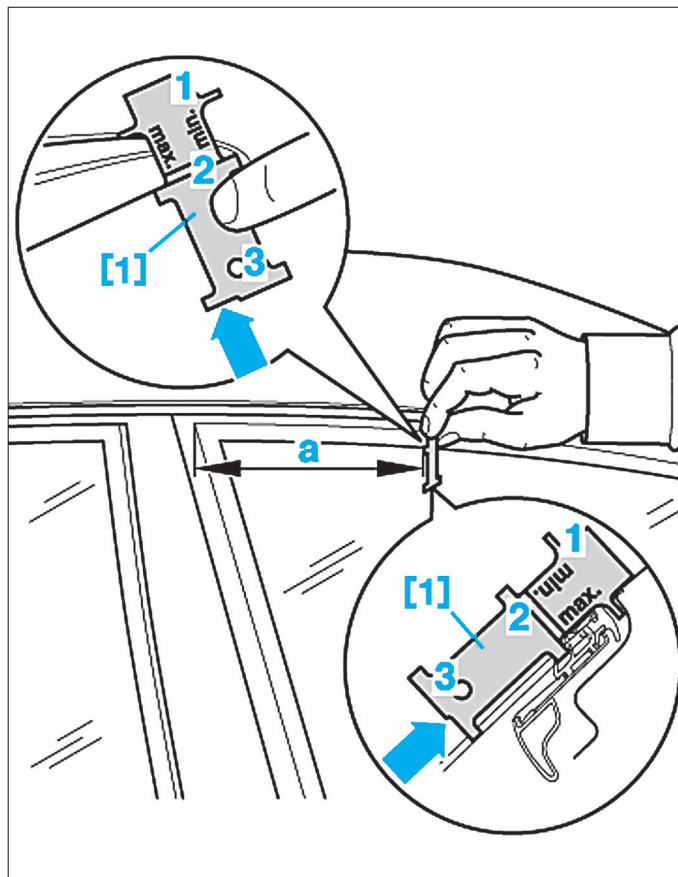

FIG. 60
- si le point (2) ne présente pas d'interstice ou si le point (1) présente un interstice, le cadre de glace est situé trop à l'extérieur (précontrainte trop faible) et doit être réglé.
- placer le gabarit [1] en respectant un écart (a) de 180 mm et avec le repère «min» orienté vers la glace de porte (Fig.60).
- veiller à ce que les points (2) et (3) soient en appui. Un interstice au niveau du point (1) est toléré.
- si le point (1) ne présente pas d'interstice ou si le gabarit ne peut pas venir en appui sur le point (2), le cadre de glace est situé trop à l'extérieur et doit être réglé.